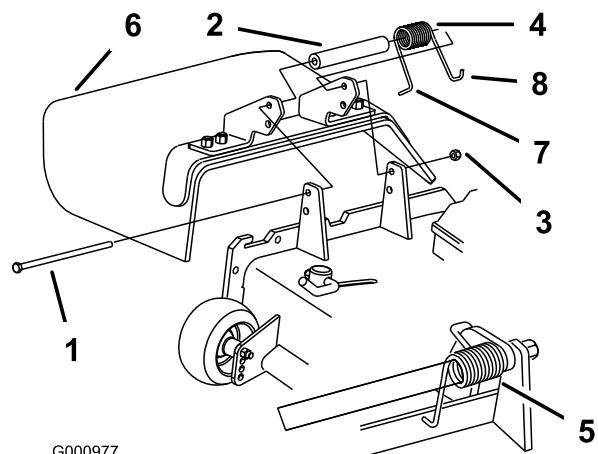

Figure 36
1. Retirez le contre-écrou, le boulon, le ressort et l'entretoise qui fixent le déflecteur aux supports de pivot (Figure 36). Déposez le déflecteur d'herbe s'il est endommagé ou usé.
Remarque: Prenez soin de placer l'extrémité en **L** du ressort derrière le bord du plateau avant de mettre le boulon en place, comme montré à la Figure 36.
3. Remettez le boulon et l'écrou en place. Accrochez l'extrémité en **J** du ressort au déflecteur d'herbe (Figure 36).